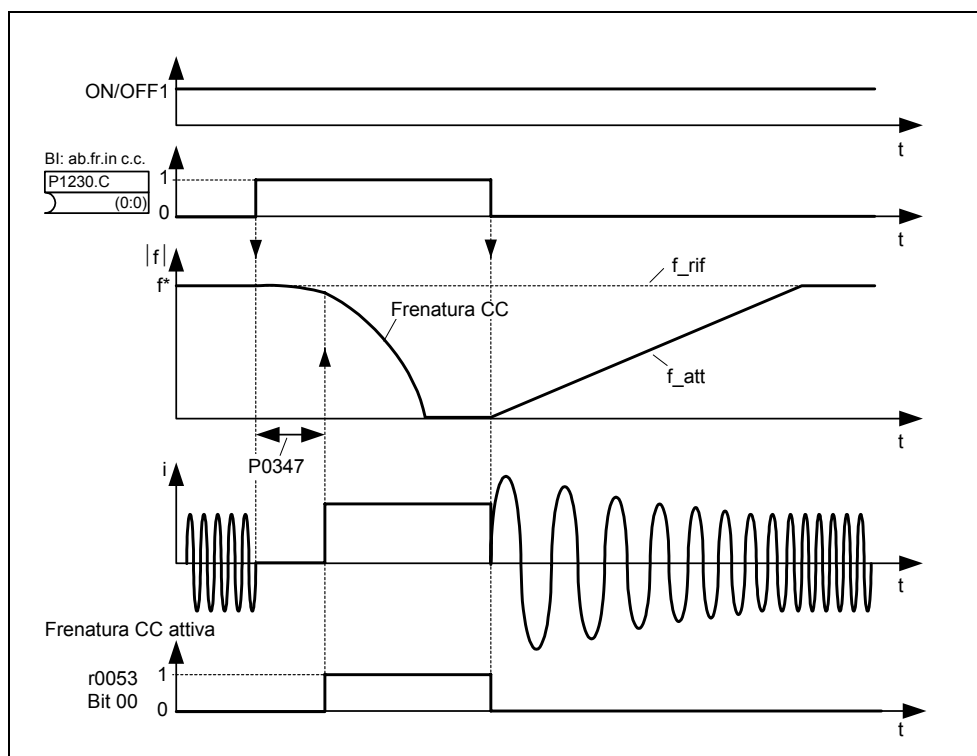

Figura 3-53 Freno in c.c. con selezione esterna
**Sequenza ②**
1. Abilitazione e selezione attraverso il parametro BICO P1230 (vedi Figura 3-53)